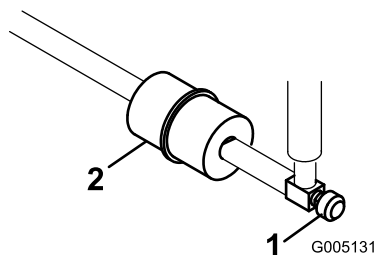

图30
内置式滤清器放置到油箱与化油器之间的燃油管内 图30。
1. 关闭燃油切断阀拧松滤清器化油器侧的软管夹然后从滤清器中取出燃油管线 图30。
2. 在过滤器下面放置一个放油盘拧松剩余的软管夹然后拆下过滤器 图30。